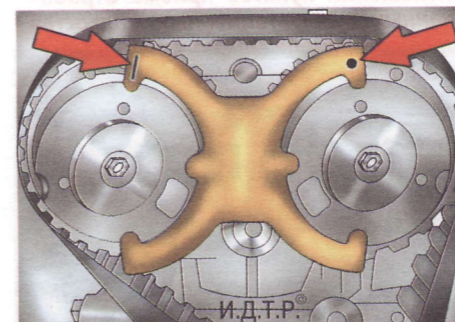

Рис. 4.17. Фиксация распределительных валов от проворачивания специальным приспособлением
12. Зафиксируйте распределительные валы от проворачивания, установив в специальные пазы в корпусах механизмов VCT фиксирующее приспособление (рис. 4.17). Приспособление установите так, чтобы метки на ветвях приспособления были сверху, причем метка в виде линии должна быть со стороны выпускного распределительного вала, а метка в виде точки – со стороны впускного.
25. Установите на корпуса механизмов VCT фиксирующее приспособление (см. рис. 4.17). Если приспособление удалось установить без затруднений, ремень привода газораспределительного вала установлен правильно. Если приспособление установить не удалось (смещены фазы газораспределения), снимите ремень, установите фиксирующее приспособление и повторите установку ремня, как описано выше.